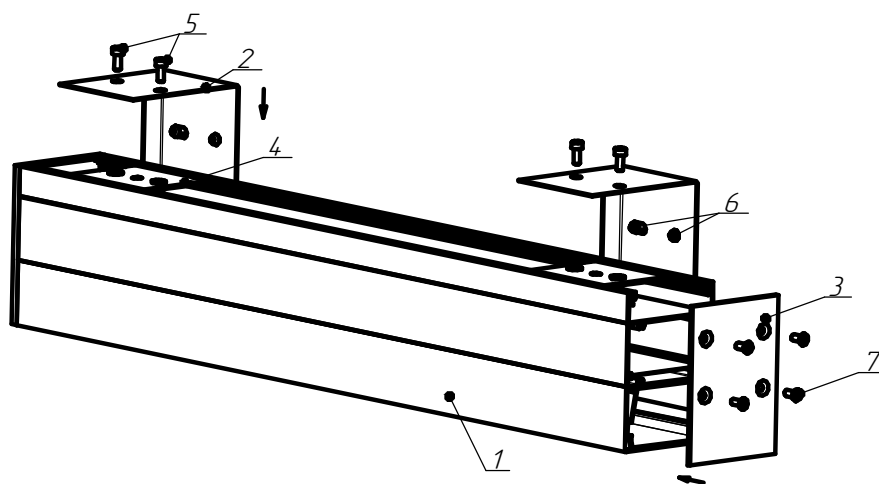

Рисунок 3 - Схема крепления светильника к стене
5.4. **Установка светильника на стену (см. рисунок 3, 3а).**
Рисунок 3а - Схема крепления светильника ДПО02 Up/Down к стене